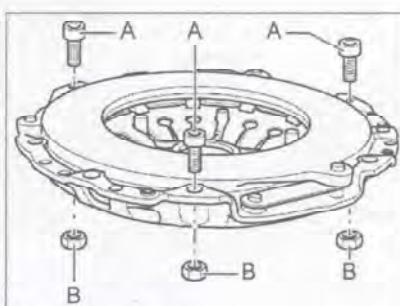

Рис. 7.328. Установите три болта (A) с шагом 120° в отверстия нажимного диска. Установив три гайки M8 (B) на болты (A), затяните их.
1. Установите три болта (A) с шагом 120° в отверстия нажимного диска (рис. 7.328).
2. Установив три гайки M8 (B) на болты (A), затяните их.